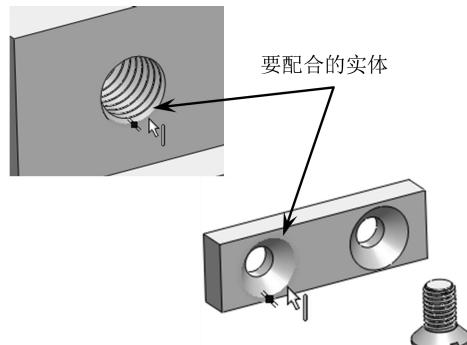

图 7-42 选择要配合的实体
- 05 在【装配体】选项卡中单击【配合】按钮，属性管理器中显示【配合】属性面板。然后在图形区中选择钳口板的孔边线和活动钳口中孔边线作为要配合的实体，如图 7-42 所示。